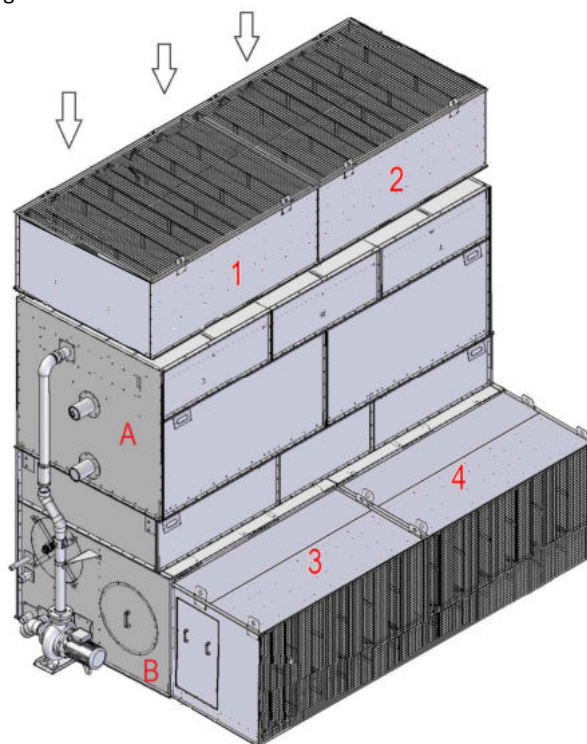

Fig. 21
A questo punto movimentare i vari blocchi che costituiscono i silenziatori tramite i golfari predisposti fino a portarli a battuta con i pannelli del condensatore evaporativo. Se la lunghezza del condensatore è maggiore dei 2.8m allora i silenziatori saranno realizzati in più blocchi. Guardando la fig. 21, i silenziatori in entrata, blocco 3 e 4, saranno uniti alla sezione bacino (B) ma tra di loro saranno indipendenti.